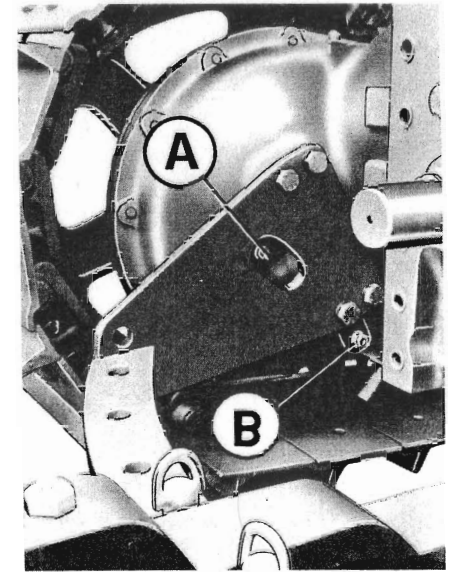

Fig. 27 - Riduttori finali
- controllare il livello olio nei riduttori finali svitando i tappi A fig. 27.